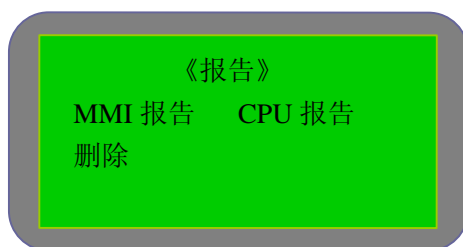
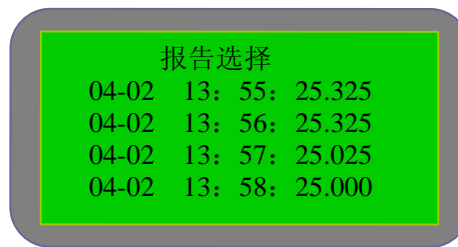

图 5-3
图 5-3-1
- 报告：在主菜单选择“报告”，进入报告界面，如图 5-3。有三个选项：MMI 报告（面板中保存的报文）、CPU 报告（CPU 中保存的报文）、删除（删除面板中保存的报文）。选择“MMI 报告”，屏幕界面如图 5-3-1，按“上移”键或“下移”键选择相应的报文，按“确认”键查看该条报文，如图 5-3-1A 所示，按“左移”键“右移”键查看上一条或下一条报文，按“上移”键“下移”键翻页报文。选择“CPU 报告”，屏幕界面见图 5-3-2，选择相应类型的报告后，进入图 5-3-2 A，选择报告编号，按“确认”键进入报告显示，选择“删除”，屏幕界面见图 5-3-3。确认需输入密码 9876。